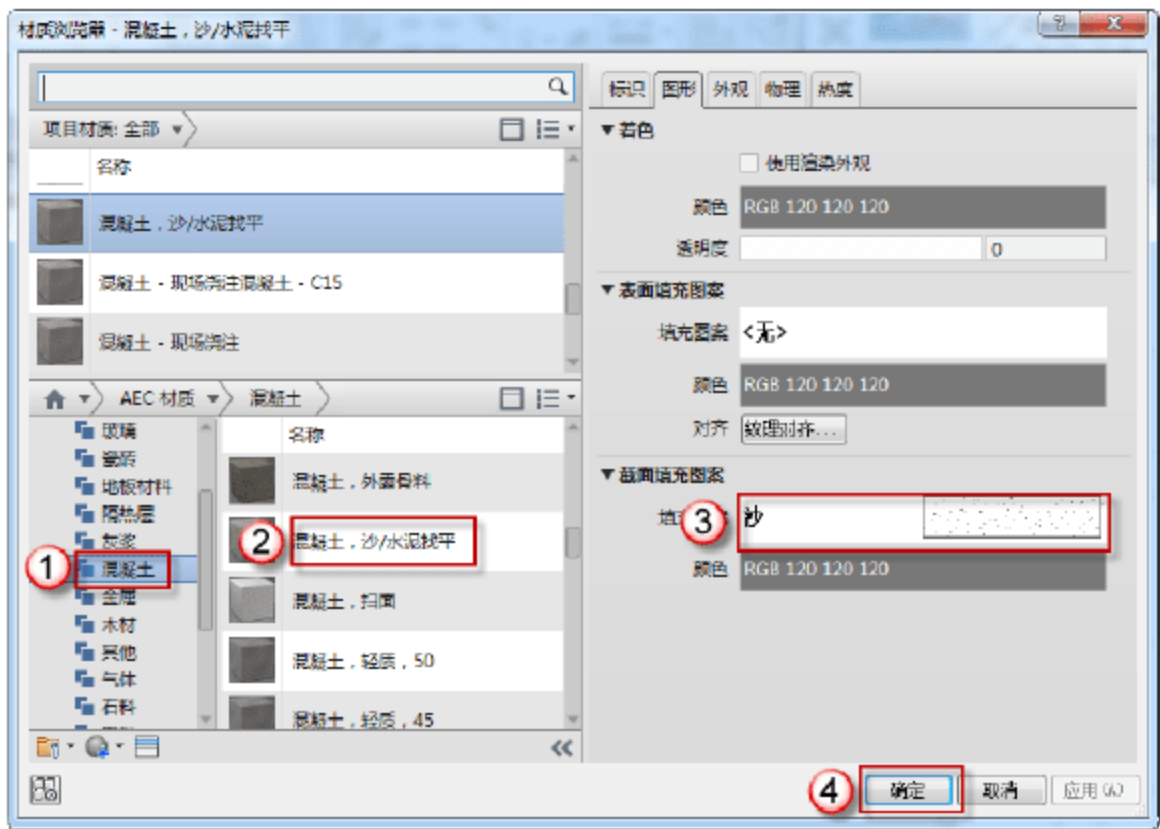

图 9.2.12 编辑“衬底[2]”材质
(10) 编辑“衬底[2]”材质。在“编辑部件”对话框中，单击“衬底[2]”对应的“材质”单元格右上角的“浏览”按钮，在弹出的“材质浏览器”对话框中，在“AEC 材质”下选择“混凝土”→“混凝土，沙/水泥找平”，填充图案选择“沙”图案，如图 9.2.12 所示。单击“确定”按钮，返回“编辑部件”对话框，然后将其对应的厚度设置为“10mm”。